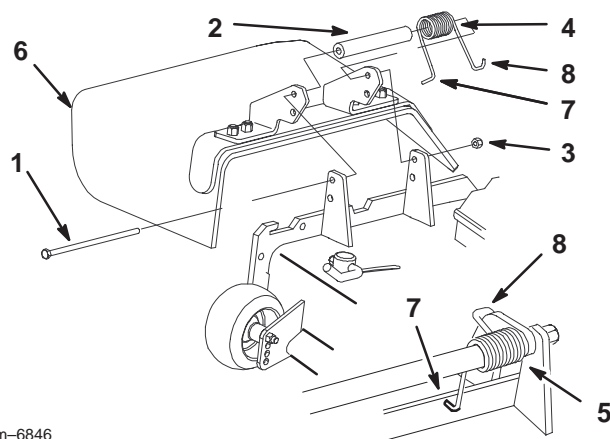

Figure 80
1. Retirez le contre-écrou, le boulon, le ressort et l'entretoise qui fixent le déflecteur aux supports de pivot (Fig. 80). Enlevez le déflecteur s'il est endommagé ou usé.
Remarque : Prenez soin de placer l'extrémité en **L** du ressort derrière le bord du plateau avant de mettre le boulon en place, comme indiqué à la Figure 80.
3. Remettez le boulon et l'écrou. Accrochez l'extrémité crochue en **J** du ressort au déflecteur d'herbe (Fig. 80).